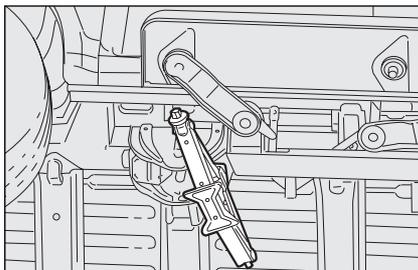
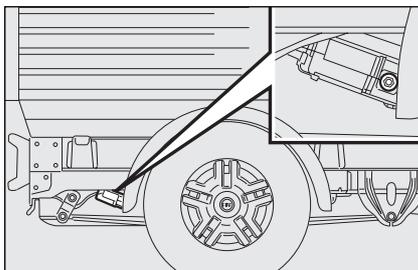

Abb. 4
Abb. 5
in **Abb. 4** dargestellten Hebebockpunkt positioniert werden (45°), so dass er nicht das aufklappbare Trittbrett berührt.
- Bei Fahrgestellen mit Fahrerhaus vom hinteren rechten Bereich des Fahrzeugs **Abb. 5** die Schraube der Radhalterung mit dem mitgelieferten Schlüssel betätigen;
- Den Radschlüssel **C-Abb. 5** in die Verlängerung **B-Abb. 4** einführen und im Uhrzeigersinn drehen, damit das Ersatzrad wieder aufgesetzt werden kann;
- Die Verlängerung **B-Abb. 4** abziehen, und zusammen mit dem Radschlüssel **C-Abb. 5** wieder im Werkzeugkasten unterbringen;